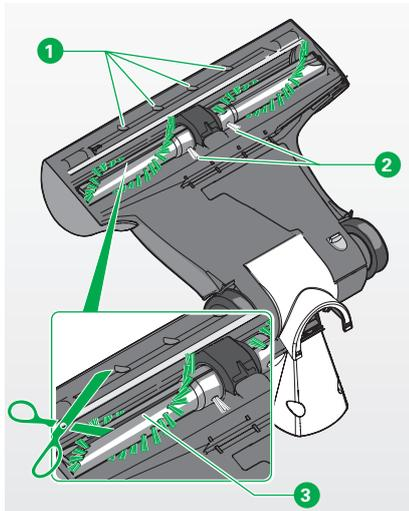

Bild 4.7 Elektrobürste prüfen und reinigen
Die grünen Borstenbüschel müssen länger als die gelben Büschel (2,) sein. (Siehe auch „Bild 4.7 Elektrobürste prüfen und reinigen“ auf Seite 62).
- Kontrollieren Sie von Zeit zu Zeit, ob die grünen Borstenbüschel noch länger als die gelben Büschel (2, Bild 4.7) sind.